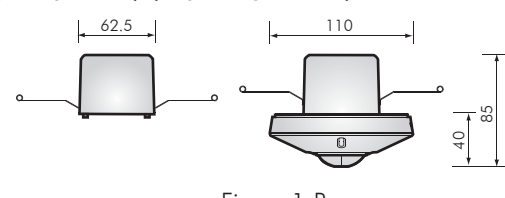

Figura 1-B
- Detector com caixa de junção KDP3/5 FP (compra opcional) (Veja a figura 1-C)